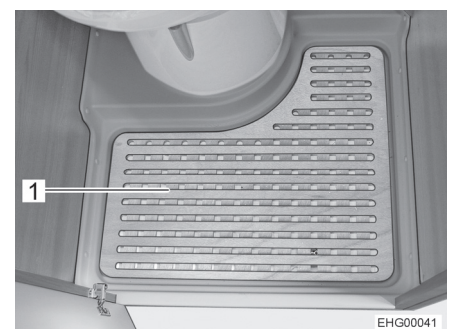

Fig. 80 Plancher amovible
- Retirer le plancher amovible (Fig. 80,1) pour se doucher.